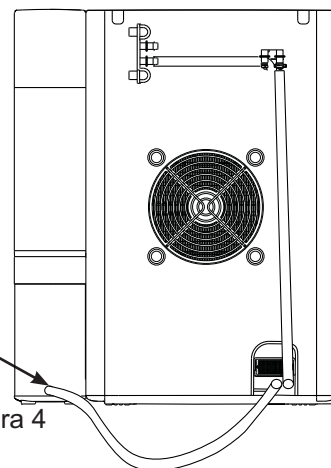
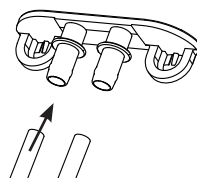

Figura 4
Figura 5
- Una vez completado el drenaje, vuelva a conectar ambas tuberías al tapón de la tubería de plástico gris (Figura 5).
6. Una vez completado el enjuague, vuelva a conectar las tuberías de drenaje al tapón de drenaje (Figura 5), o si cuenta con un tanque lateral, vuelva a conectar la tubería sin etiqueta al tapón del drenaje, y la Tubería B a la base del Tanque Lateral (Figura 4).